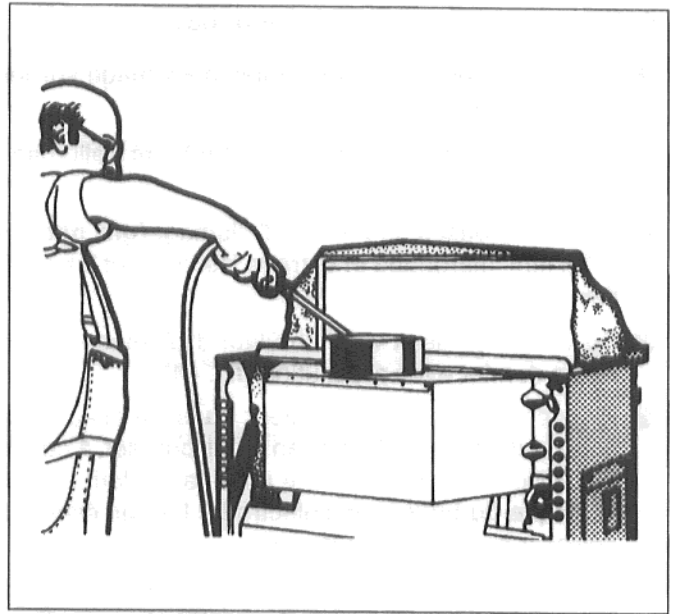

Fig. 43 : Nettoyage par pulvérisation
- Par le haut, pulvériser régulièrement les carnaux de chauffage de produit d'entretien (fig. 43).